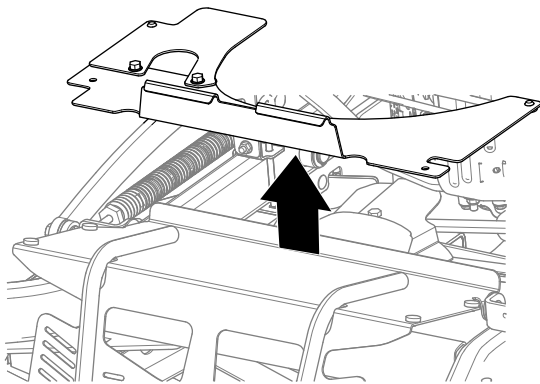

Figura 36
1. Perno – 5/16" x 1" (2)
3. Retire la tuerca hexagonal (5/16") y la tuerca (5/16") que fijan la extensión del protector a los pernos de cuello cuadrado (Figura 36). Retire la extensión del protector.